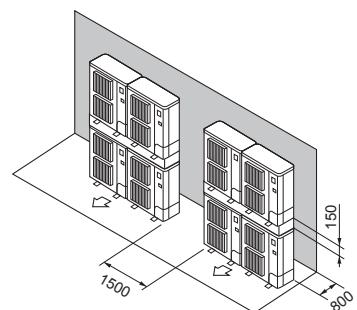

Fig. 2-15
⑦ Διάταξη μονάδων σε στοίβα (Fig. 2-15)